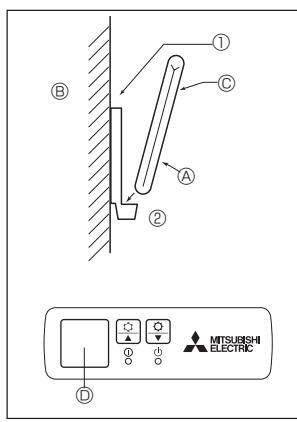
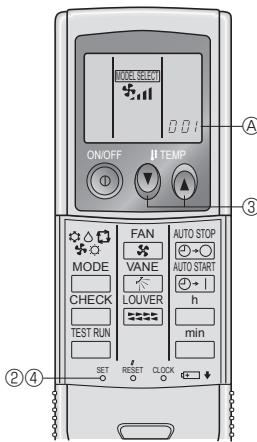

Fig. 6-2
Fig. 6-3
2) 安裝方法 (Fig. 6-2)
- ① 使用兩顆自攻螺絲將遙控器架安裝到想要的位置。
- ② 將控制器的下端放進支架。
3) 設定 (Fig. 6-3)
- ① 裝入電池。
- ② 用尖頭物體按 SET（設定）按鈕。
- ③ 按下溫度 Ⓛ Ⓜ 按鈕設定型號。
- 如果您操作錯誤，請按下 ON/OFF Ⓛ 按鈕並從步驟 ③ 開始重新操作。
- ④ 用尖頭物體按 SET（設定）按鈕。